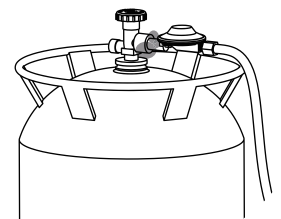

Figure 7
2. Aplique algumas gotas da solução na ligação entre a válvula do cilindro de gás e o regulador (ver Figure 7).